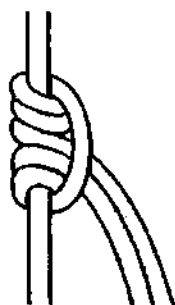

Рис. 676. *Неравнобокий схватывающий узел*.
*Неравнобокий схватывающий узел*, как и *блэйк*, способен держать на основной верёвке, диаметр которой равен диаметру репшнура (рис. 676). От *прусика* он отличается тем, что у него меньше число витков со стороны приложения нагрузки. Верёвка, из которой вяжется *неравнобокий схватывающий узел*, обязательно должна быть мягкой, иначе схватывающий узел не будет держать, даже если положить много витков.